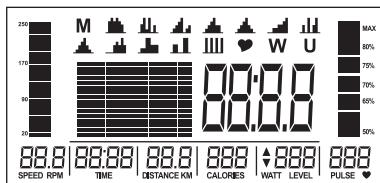

Рис. 1
1. Підключіть джерело живлення, комп'ютер увімкнеться та відобразить всі сегменти на LCD дисплеї протягом 2 секунд (Рис.1).